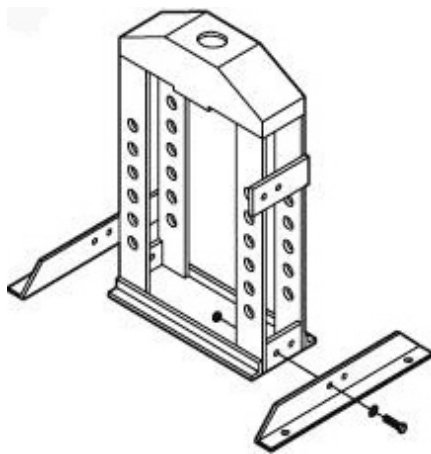

Abb. 6: Befestigung der Tisch-Werkstattpresse
Schritt 2: Die Füße am Gestell der Tisch-Werkstattpresse mit den beigelegten Schrauben und Muttern (Abb. 6) anbringen. Die Tisch-Werkstattpresse mit einer Wasserwaage exakt ausrichten durch Einstellen mit den Fundament-Schrauben und mit Unterlegblechen. Die exakte Ausrichtung der Maschine in regelmäßigen Abständen (vierteljährlich) prüfen.